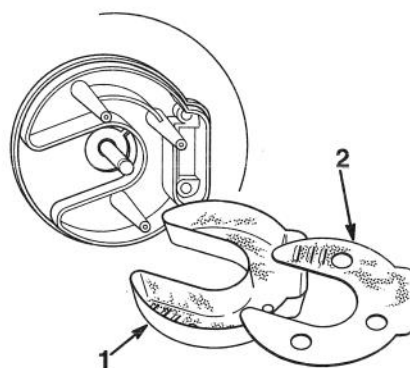

Figure 33
6. Retirer les boulons à tête fixant le couvercle de l'échappement et la plaque de chicane sur la plaque de montage du moteur (Fig. 33).
12. Installer la chicane et le couvercle de l'échappement sur la plaque de montage du bloc moteur (Fig. 33). Serrer les boulons de l'échappement à 18 N·m (155 po.-lbs – 13 pi.-lbs).